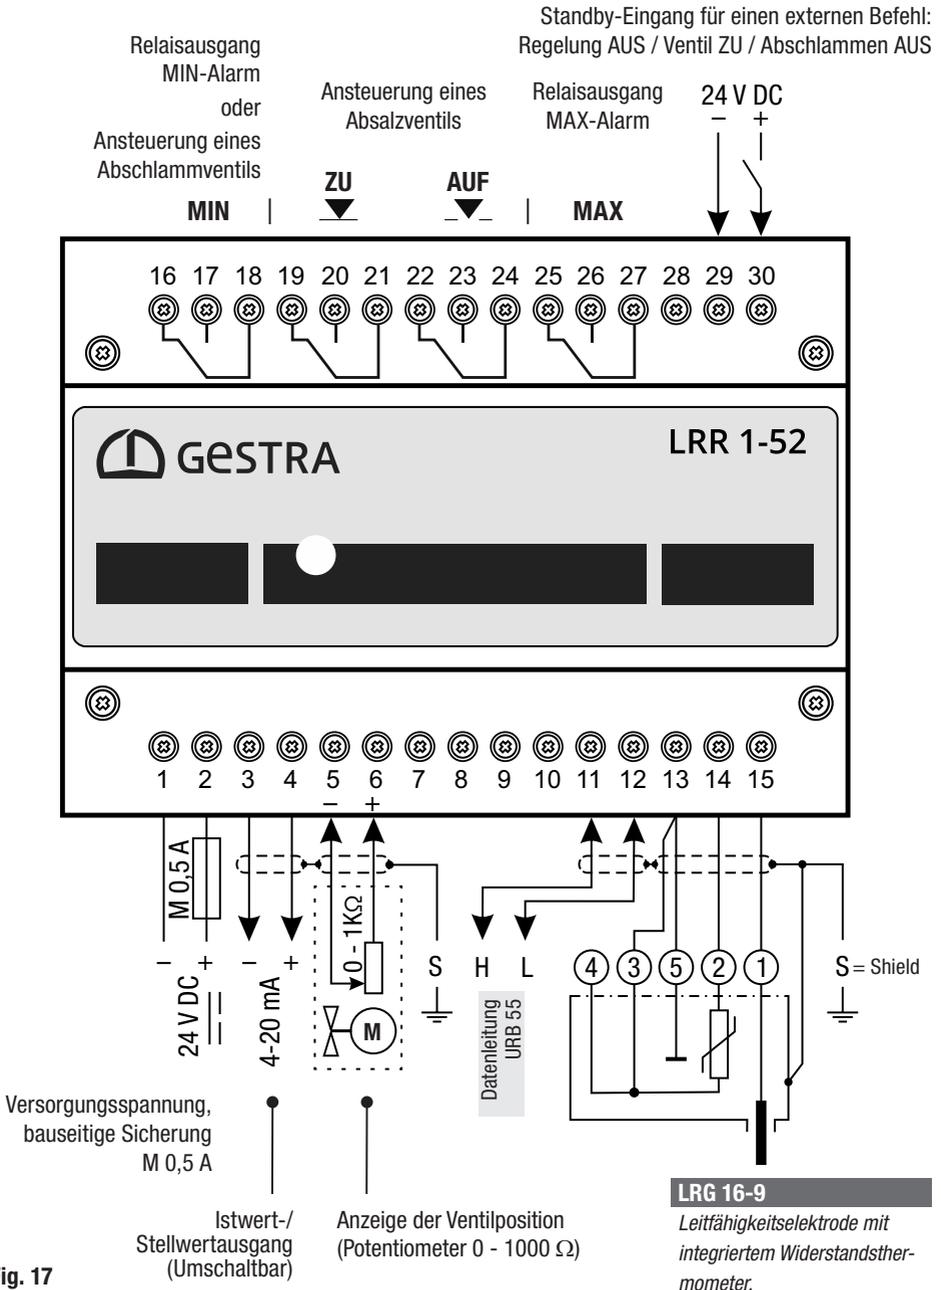

Fig. 17
- Schließen Sie die Leitfähigkeitselektrode gemäß den Anschlussplänen **Fig. 16** bis **Fig. 17** an.
- Für den Anschluss an den Leitfähigkeitsregler LRR 1-52 entfernen Sie bitte den Stecker und belegen Sie die Klemmleiste gemäß den Anschlussplänen **Fig. 16** bis **Fig. 17**.